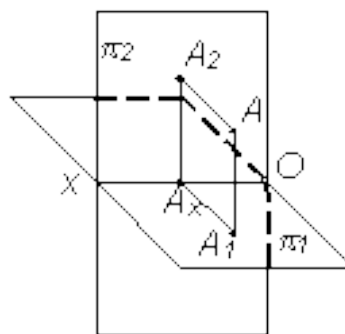

Рис. 3
2. Расстоянию точки A от плоскости π₁ соответствует отрезок (рис. 3):